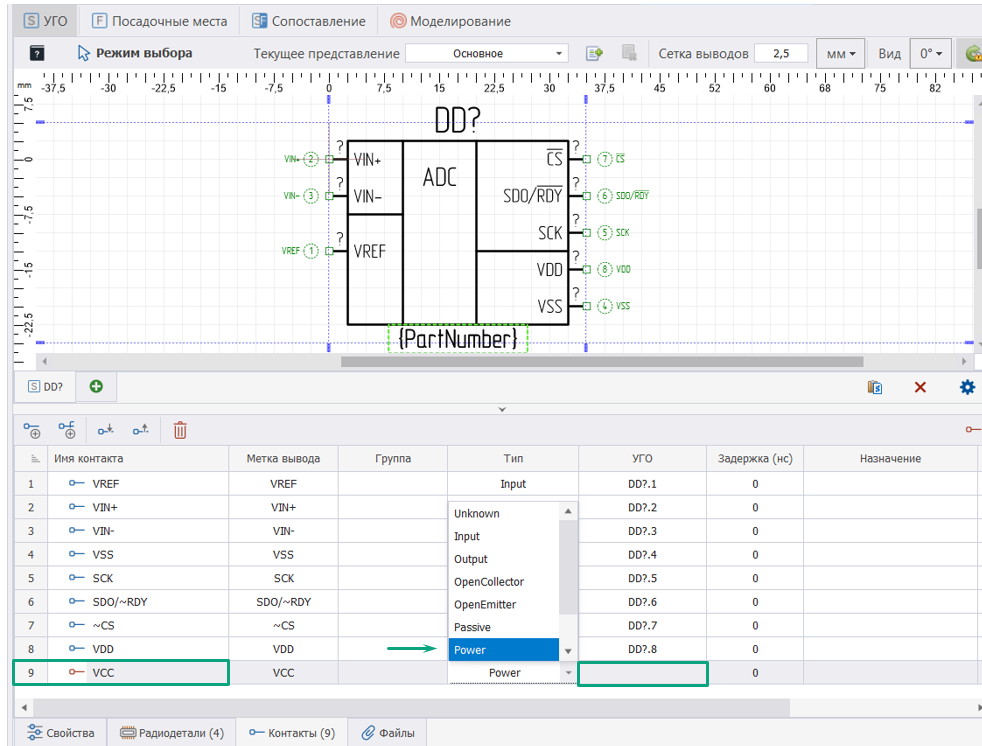

Рис. 226 Определение типа контакта
2. Задать для выбранного контакта тип «Power», см. Рис. 226.